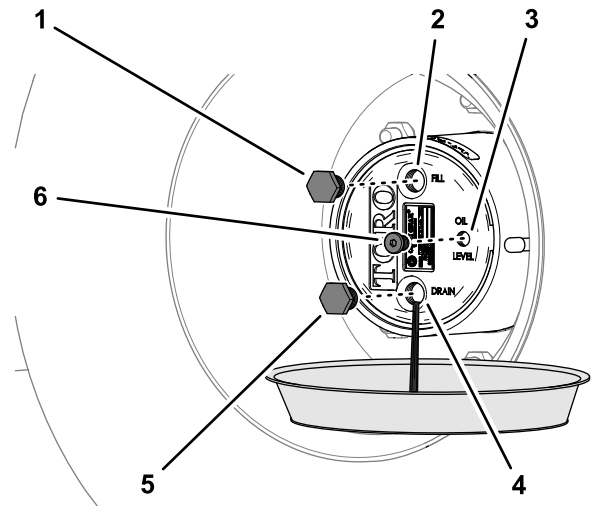

Bild 86
2. Stellen Sie eine Auffangwanne unter die Nabe des Planetengetriebes, entfernen Sie die Ablass-, Füll- und Prüfschraube und lassen Sie das Öl vollständig ablaufen (**Bild 86**).